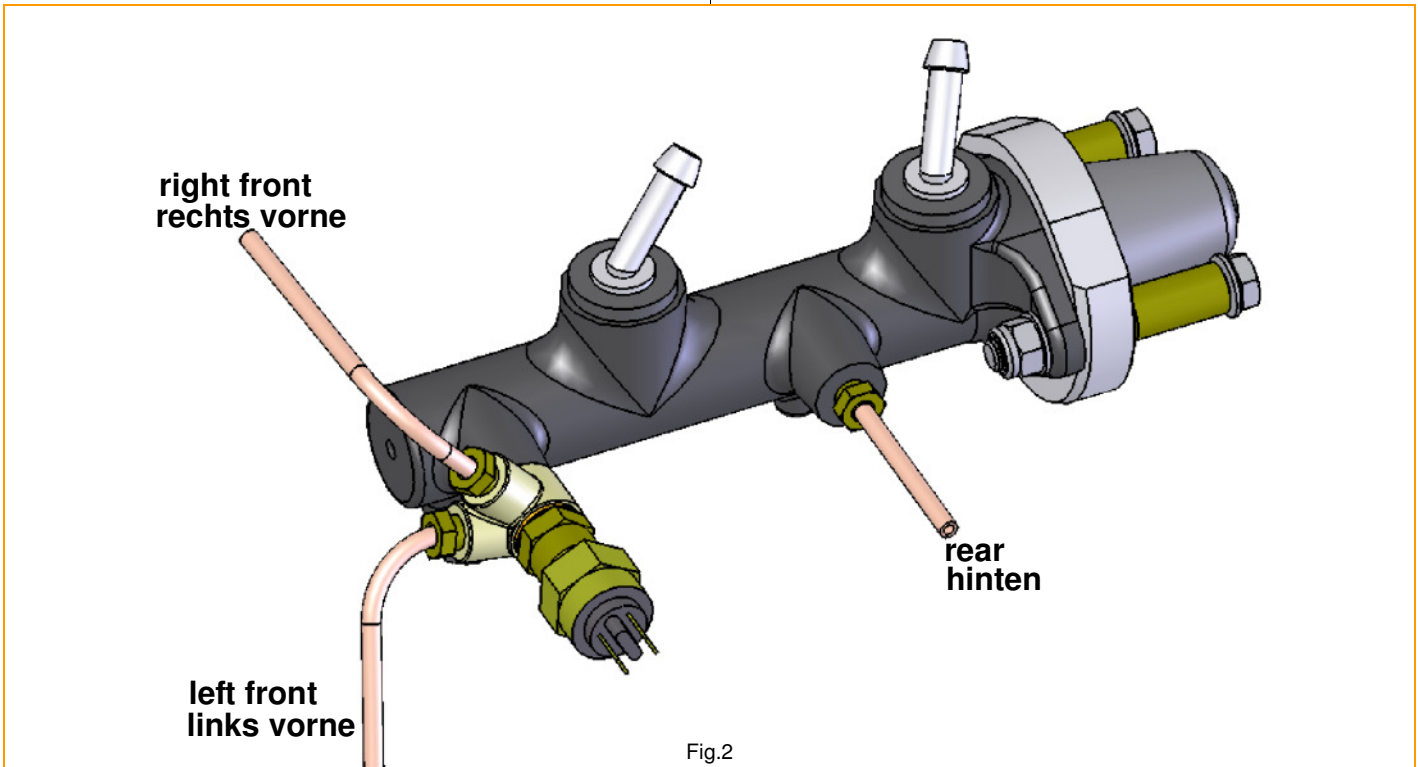

Fig.2
See Fig. 2 for further information.
Siehe Fig. 2
**NOTE:** *It is important that the two metal lines that go to the front brakes are threaded in the 2-way connector as shown in Fig.2.*
- Drehen Sie die Verschraubungen der hinteren und der vorderen rechten Bremsleitung handfest in den HBZ. Siehe Fig. 2.